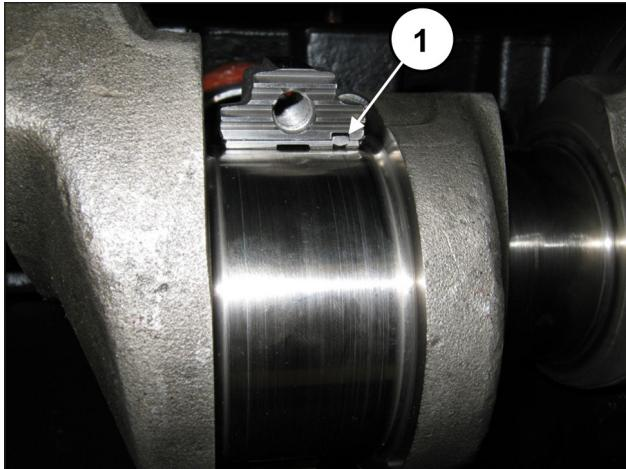

Fig. 66
Para uma montagem correta dos semi-rolamentos, verifique se a lingueta de referência dos semi-rolamentos está posicionada na compartimento apropriado na semi-bielas (pos. ①, Fig. 66).